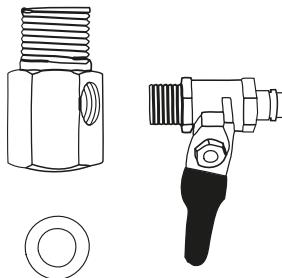

Рис. 7
- * — в некоторых моделях узел подачи воды может быть выполнен в виде двух раздельных деталей: тройника и крана подачи воды (см. рис. 7 на стр. 8).
2.1. Соберите узел подачи воды путем соединения крана подачи воды с тройником, как показано на рис. 7.